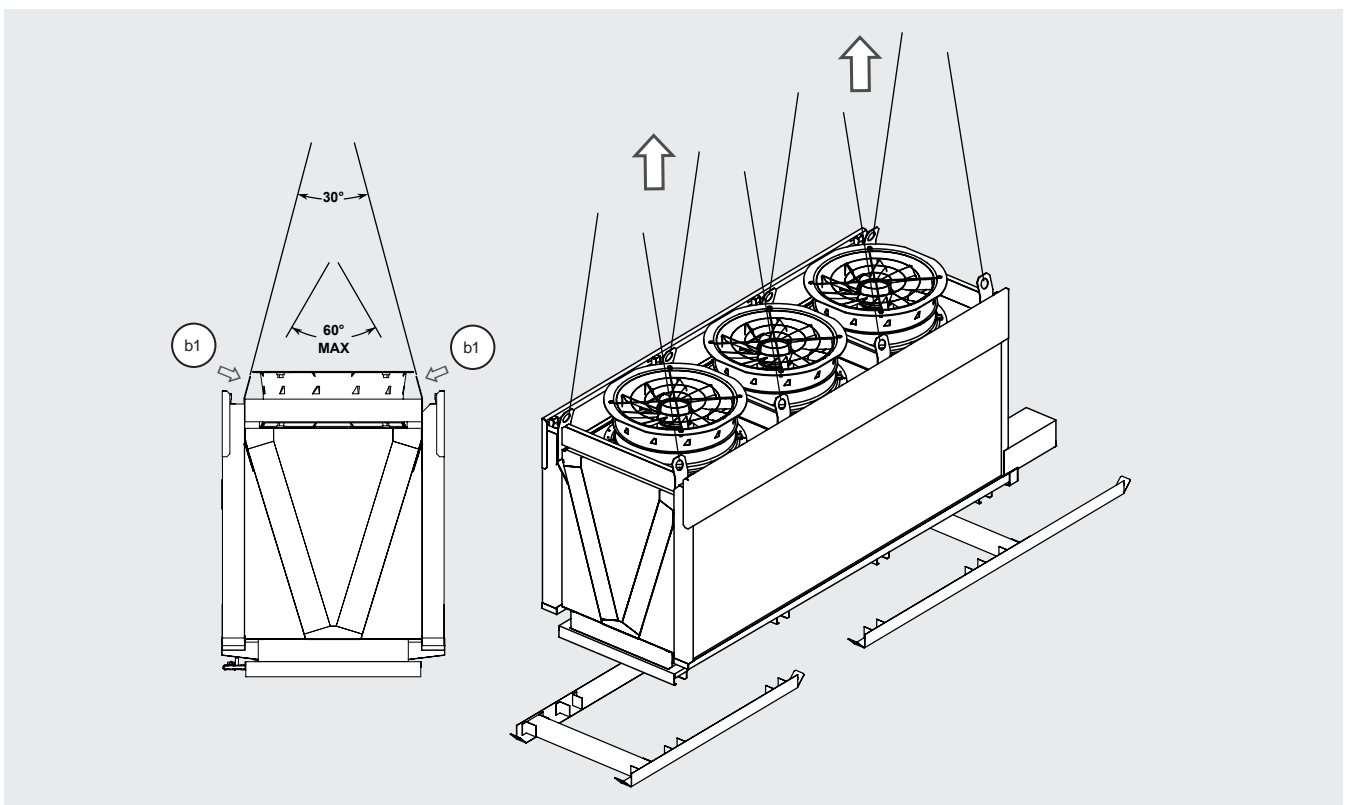

Abbildung 8
- 5.12 Bringen Sie den Kran an den Hebepunkten (b1) an, heben Sie das Modell an und setzen Sie es an seinem endgültigen Standort ab. Verwenden Sie alle Hebepunkte. Siehe Abbildung 8.